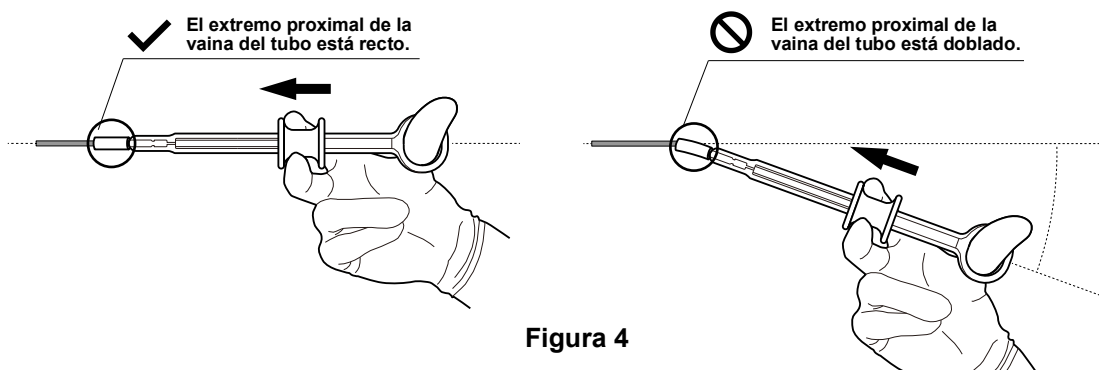

Figura 4
- Con el extremo proximal de la vaina del tubo y el mango rectos contra la válvula de biopsia del endoscopio, empuje el deslizador al soltar el lazo (consulte la Figura 4). Si se dobla el extremo proximal de la vaina del tubo, se aumenta la resistencia a la fricción, y esto puede dañar el mango cuando se empuja el deslizador. En este caso, consulte la sección 12, "Tratamiento de emergencia" y cumpla con lo indicado en "Equipo a utilizar en una emergencia" en la página 3 en este manual.